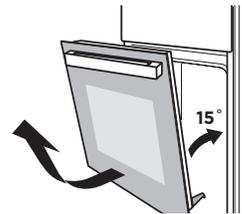

Figura 2
2. Mbyllni derën në një kënd afërsisht 15°. Ngrini lart dhe nxirreni ngadalë derën nga furra. (Figura 2)